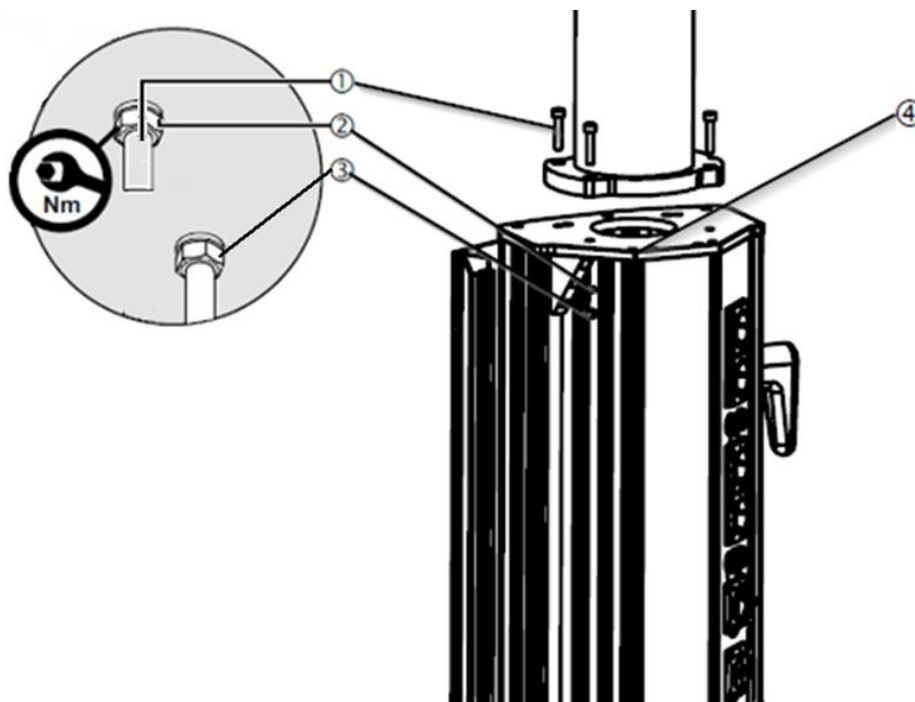

Abb. 19 Demontage/Montage des Servicekopfes am Fallrohr.
- Führen Sie die Gasschläuche durch die obere Öffnung des Servicekopfes. Siehe Abbildung 19.